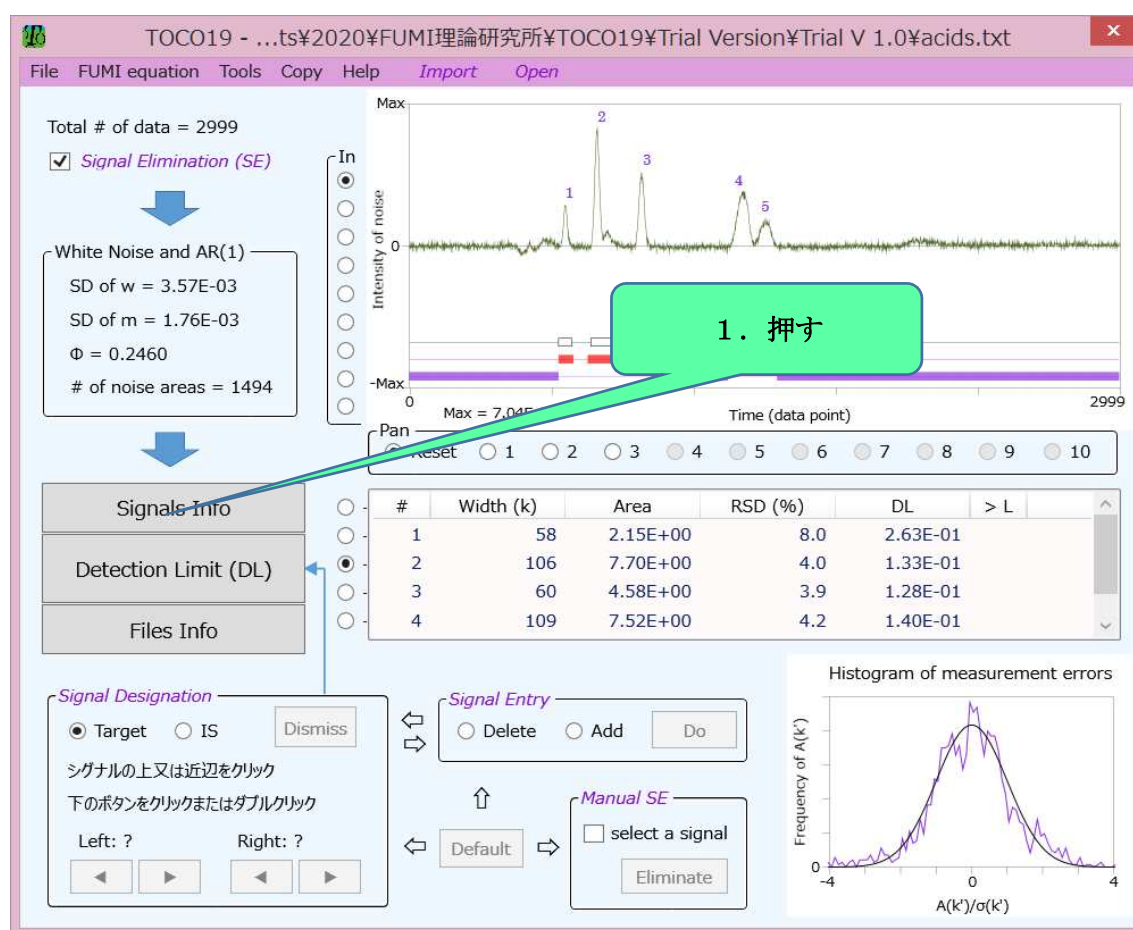

図 4 メイン画面
1. データファイルの入力後、ボタン「**Signals Info**」を押す（図 4）；